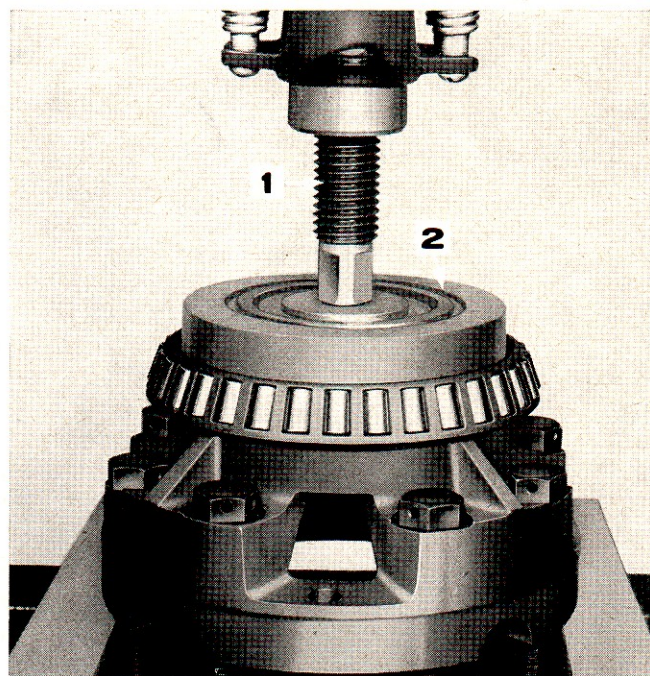

Figure 22 (A): Remontage d'un roulement de différentiel
2. Monter le roulement gauche au moyen des outils nos SW 11 et 550 ou SW 15 et d'une presse (Figure 22 (B)). Avant le remontage, enduire les roulements de vaseline.